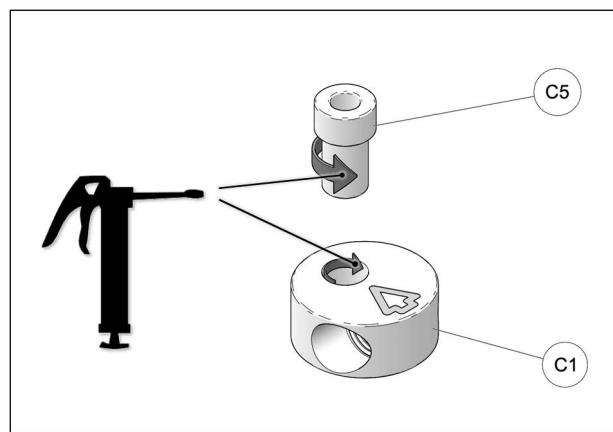

Fig. 22
14. À l'assemblage, les bagues espaceurs (C5) doivent être graissées. Appliquer une couche de graisse uniforme sur toute la circonférence de la bague espaceur et dans le logement du disque en aluminium (C1). Voir la Fig. 22